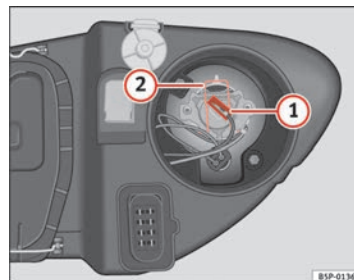

Fig. 189 Luz de carretera
- Extraiga el conector ⇒ fig. 189 ① de la lámpara.
- Presione el resorte ⇒ fig. 189 ② hacia dentro y hacia la derecha.